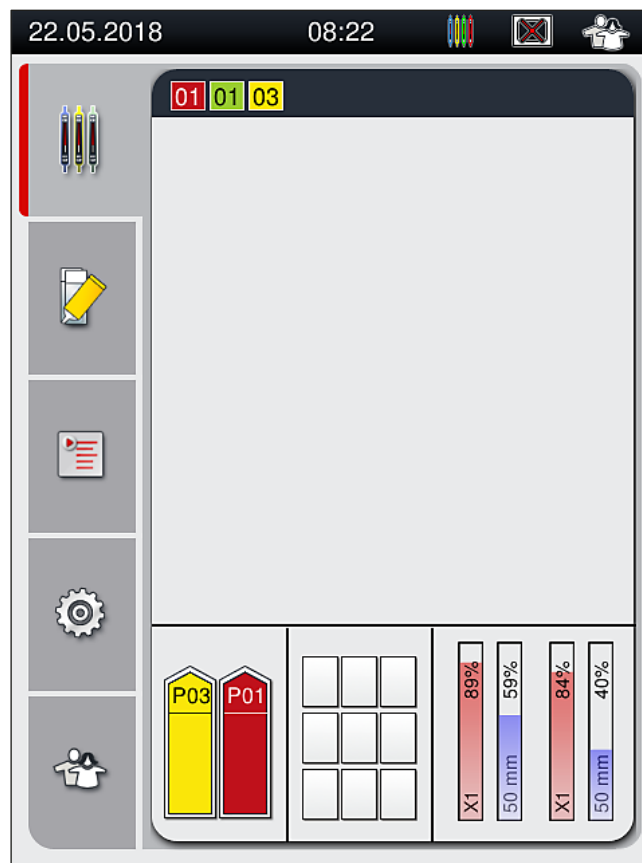

Fig. 73
7. La couleur de poignée qui est détectée est visible dans l'affichage d'état du processus (→ Fig. 73).